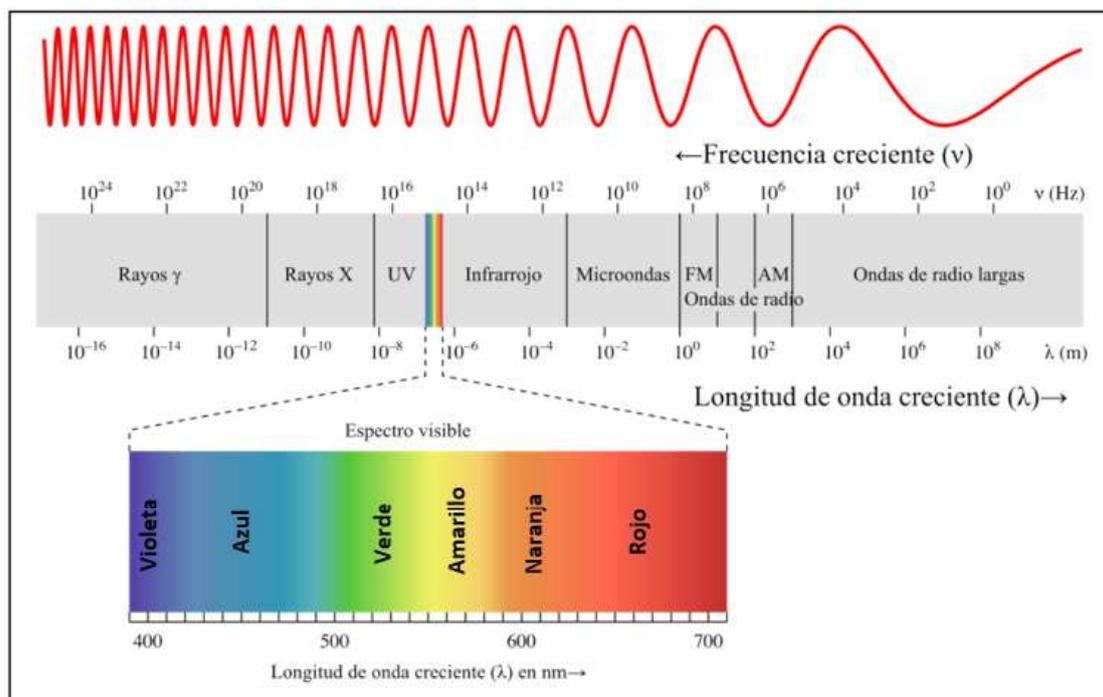

Figura 10: Espectro electromagnético.¹⁶
46. Observando el espectro electromagnético (Figura 10), llamamos luz a las ondas electromagnéticas que poseen frecuencias: